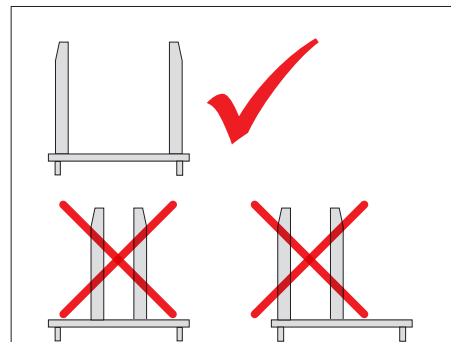

Fig. 44
- ▶ Indstil gaffelgrenene således, at der er størst muligt plads mellem dem (Fig. 44).